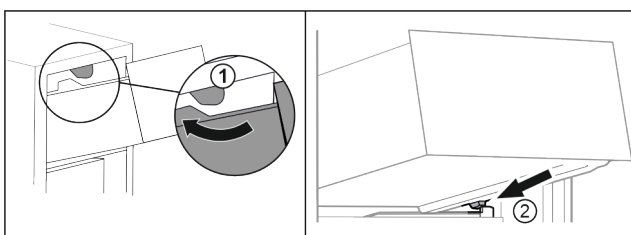

Fig. 74
- Far passare il cassetto sui fermi superiori. Fig. 74 (1)
- Applicare il cassetto inclinandolo dietro i fermi inferiori sulla nervatura del contenitore. Fig. 74 (2)